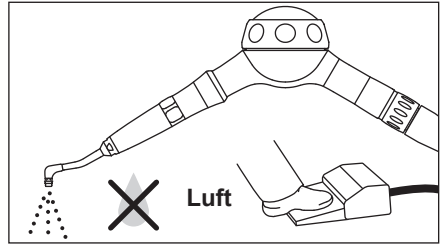

Abb. 12
- 2) Führen Sie einen Leerlauf nur mit Luft durch, um Wasser und Pulver in der Düse zu entfernen. (Abb. 12)